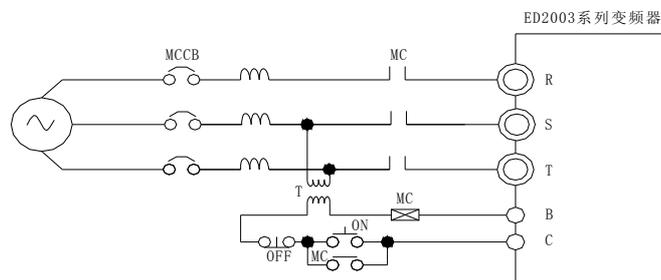

图 3-7 接入输入断路器
- ① MCCB 的容量应为变频器额定电流的 1.5~2 倍。
- ② MCCB 的时间特性要满足变频器的过热保护（150%的额定电流/1 分钟、180%的额定电流/3 秒钟）特性。
- ③ MCCB 与两台以上变频器或其他设备共用时，可按图 3-7 连接，将变频器故障输出继电器触点接入电源接触器将输入电源断开。